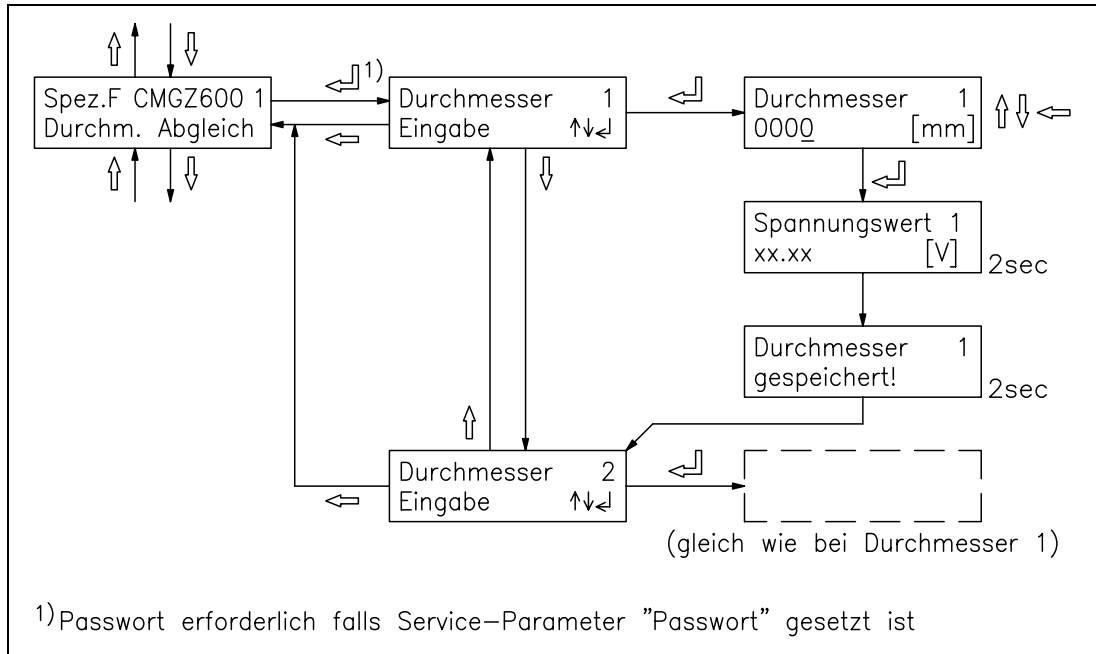

Bild 20: Programmablauf Spezialfunktion „Durchmesserabgleich“ C611007d
- In der Hauptbedienebene Taste **MODE** drücken. Mit den Tasten \uparrow \downarrow \leftarrow das Modul *Spez.F CMGZ600 1* und die Spezialfunktion *Durchm. Abgleich* suchen und anwählen (Bild 15). Den momentanen (kleinen) Wickeldurchmesser unter *Durchmesser 1* abspeichern (Bild 20). Nach Bestätigen mit Taste \leftarrow wird der Durchmesser zusammen mit dem zugehörigen Spannungssignal abgespeichert.
- Den momentanen (grossen) Wickeldurchmesser unter *Durchmesser 2* abspeichern wie oben beschrieben (Bild 20). Nach Bestätigen mit Taste \leftarrow wird der Durchmesser zusammen mit dem zugehörigen Spannungssignal abgespeichert.
- In der Hauptbedienebene Taste **MODE** drücken. Mit den Tasten \uparrow \downarrow \leftarrow das Modul *Spez.F CMGZ600* und die Spezialfunktion *Durchm. Abgleich* suchen und anwählen (Bild 15). Den momentanen (kleinen) Wickeldurchmesser unter *Durchmesser 1* abspeichern (Bild 20). Nach Bestätigen mit Taste \leftarrow wird der Durchmesser zusammen mit dem zugehörigen Spannungssignal abgespeichert.